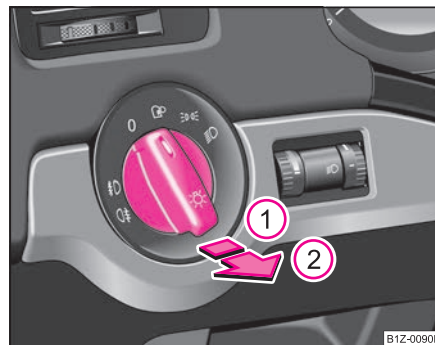

Fig. 43 Tabloul de bord: întrerupătorul de lumină
- Rotiți apoi întrerupătorul $\Rightarrow$ fig. 43 în poziția $\mathbb{D}$ sau $\mathbb{D}$.
- Acționați întrerupătorul până la **prima** treaptă ①.
- Acționați întrerupătorul până la **a doua** treaptă ②. ►